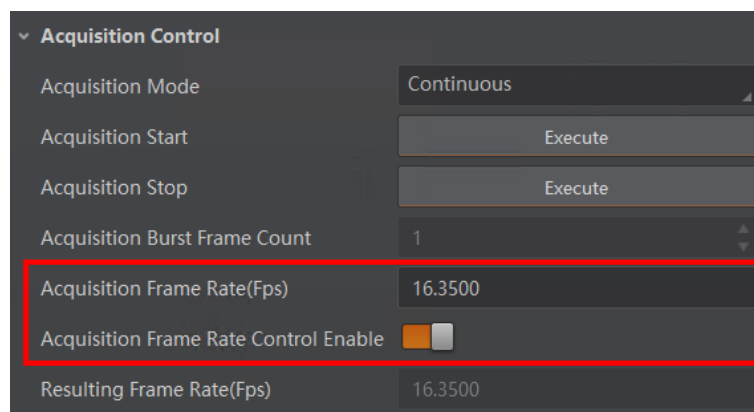

图4-1 帧率设置
2. 下方 *Acquisition Frame Rate Control Enable* 参数设置为 *True*，如图 4-1 所示。